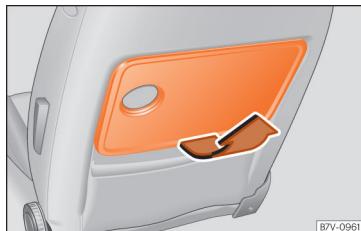

Abb. 163 Am Vordersitz: Klapptisch.
• Klappen Sie den Tisch zum Aufstellen in Pfeilrichtung » **Abb. 163** nach oben.